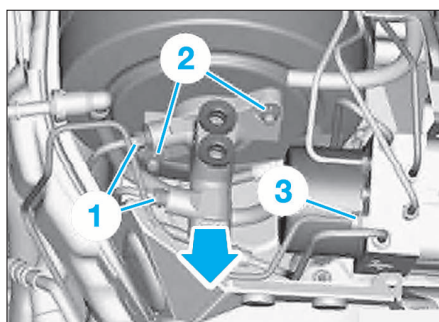
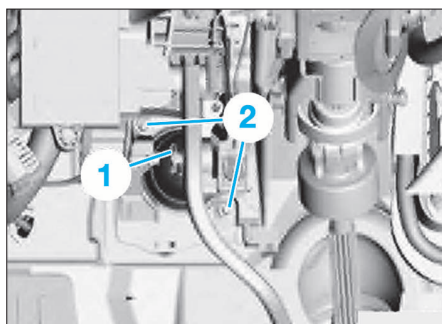

FIG. 14
FIG. 13
- Déposer l'agrafe de sécurité (1) et extraire l'axe de pédale de frein (Fig.13).
- Desserrer les écrous (2).
- Désaccoupler les conduites de frein (1) (Fig.14).
- Au besoin, débrancher la conduite (3) du bloc hydraulique et pousser légèrement vers le bas.
- Déposer les écrous (2) (Fig.13).